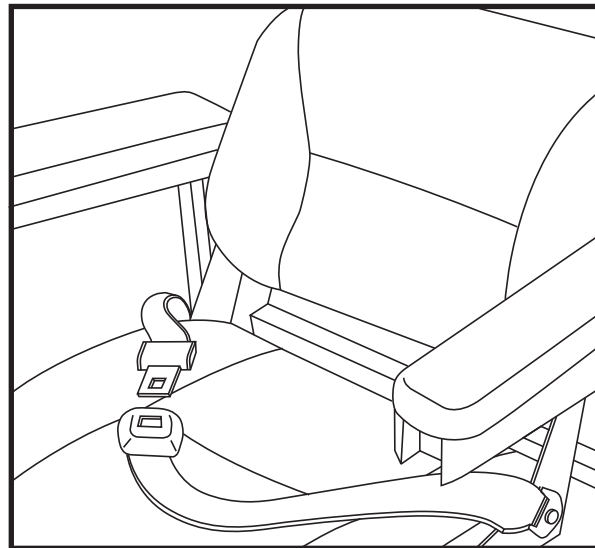

Abb. 16. Einstellung der Rücken/Armlehnen
Ihr Elektrorollstuhl ist unter Umständen mit einem Haltegurt ausgerüstet, der zum Komfort des Bedieners verstellt werden kann. **Siehe Abb. 16.** Der Haltegurt ist dazu entwickelt, den Bediener zu stützen, so dass dieser nicht den Sitz herunter oder nach vorne rutscht. Der Haltegurt ist nicht zum Gebrauch als Rückhalteeinrichtung geeignet.
1. Nach dem Einsetzen stecken Sie die Metallasche an einer Seite des Gurtes in das Plastikgehäuse auf der gegenüberliegenden Seite, bis Sie ein Klick hören. **Siehe Abb. 16.**